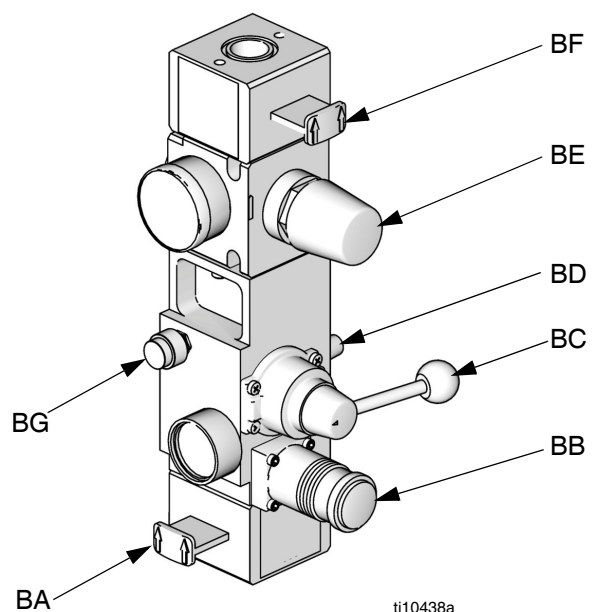

FIG. 4. Controles neumáticos integrados
| J | Controles neumáticos integrados (vea la FIG. 4) | | |
- Controles neumáticos integrados (J). Vea la FIG. 4.
- Solenoide del motor neumático (AD). El solenoide del motor neumático está activado cuando el sistema está encendido y en los modos de funcionamiento, recirculación o cebado. El solenoide está desactivada cuando el sistema está apagado, o en modo de despresurización, o el elevador está en modo de preparado inactivo. El LED del solenoide se ilumina cuando el solenoide está activado.